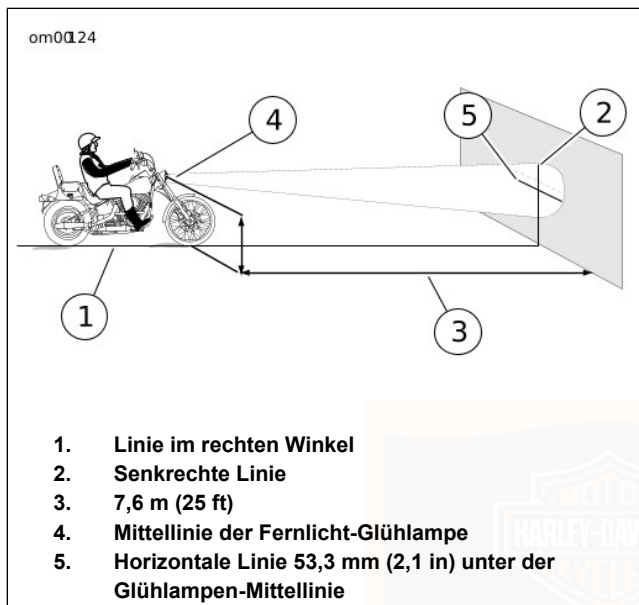

Abbildung 46. Scheinwerfereinstellung
Siehe Abbildung 46. Eine vertikale Linie (1) am Boden anzeichnen. Am besten einen Bereich mit schwacher Beleuchtung auswählen.
4. Eine senkrechte Linie (2) an der Wand anzeichnen.